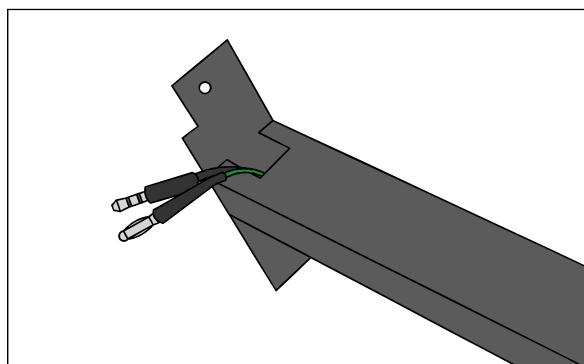

图 1：把各连接线穿过支撑杆
- 2) 使用重型支架时, 按图 1、2、3、4 所示安装支架并固定测试表和脚踏板